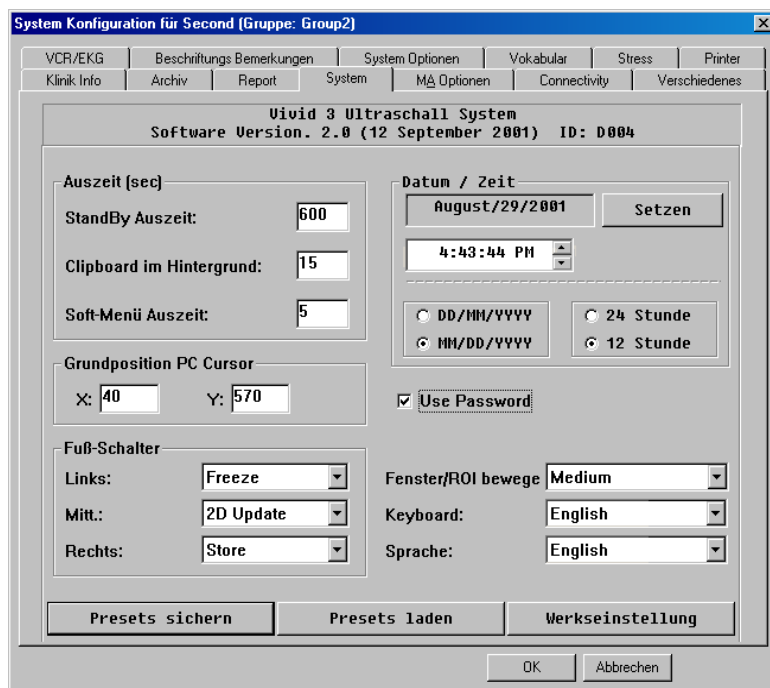

Abbildung 14-4: Registerkarte System
2. Steuern Sie mit dem TRACKBALL die Registerkarte **System** an und drücken Sie **Auswahl**. Die Registerkarte **System** wird angezeigt, siehe Abbildung 14-4.
3. Steuern Sie mit dem TRACKBALL die Registerkarte **System** an und drücken Sie **Auswahl**. Die Registerkarte **System** wird angezeigt, siehe Abbildung 14-4.